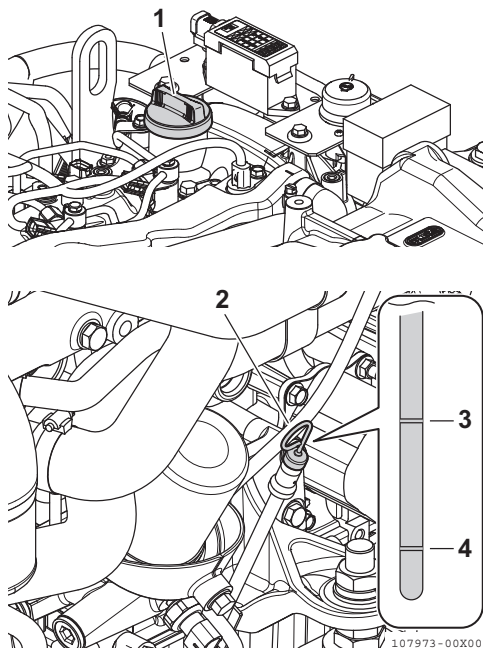

Figura 6
2. Remova a vareta do óleo (**Figura 6, (2)**) e limpe com um pano limpo.
4. Retire a vareta. O nível de óleo deve ficar entre as linhas superior (**Figura 6, (3)**) e inferior (**Figura 6, (4)**) da vareta do óleo.
1. Remova o tampão da porta de enchimento de óleo da porta de enchimento (**Figura 6, (1)**) e encha com óleo do motor.
2. Abasteça de óleo até ao limite superior (**Figura 6, (3)**) na vareta (**Figura 6, (2)**).